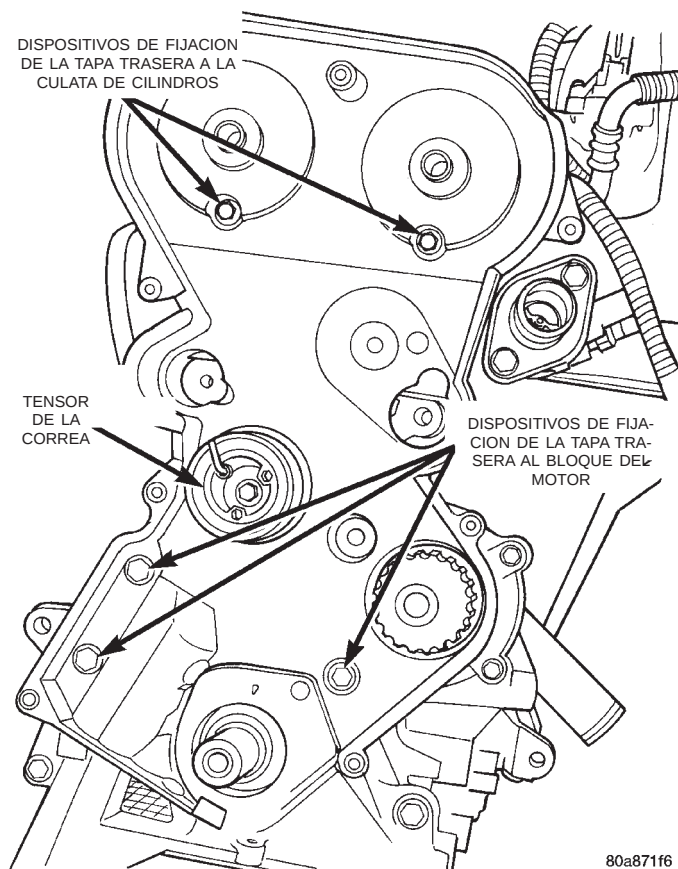

Fig. 57 Dispositivos de fijación de la tapa trasera de la correa de distribución
- (1) Retire las tapas delanteras de la correa de distribución.
- (2) Retire la correa de distribución. Consulte el procedimiento en esta sección.
- (3) Retire las poleas de guía de la correa de distribución.
- (4) Retire ambas ruedas dentadas del árbol de levas. Consulte el procedimiento en esta sección.
- (5) Retire los dispositivos de fijación traseros de la correa de distribución y retire la tapa del motor (Fig. 57).
- (1) Instale la tapa trasera de la correa de distribución y los dispositivos de fijación (Fig. 57).
- (2) Instale la polea de guía de la correa de distribución.